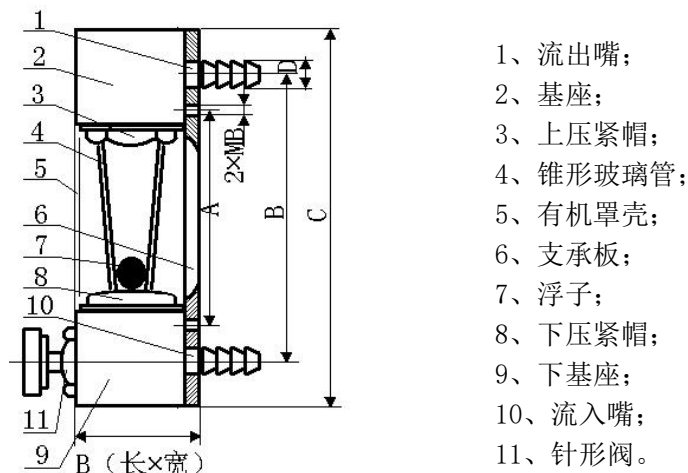

图 1 DN2、DN3、DN4、DN6、DN10 结构示意图
1、DN2、DN3、DN4、DN6、DN10 等五种口径与管路连接形式因流量小分为软管连接和螺纹连接两种。其结构和连接尺寸见图 1、表 1。